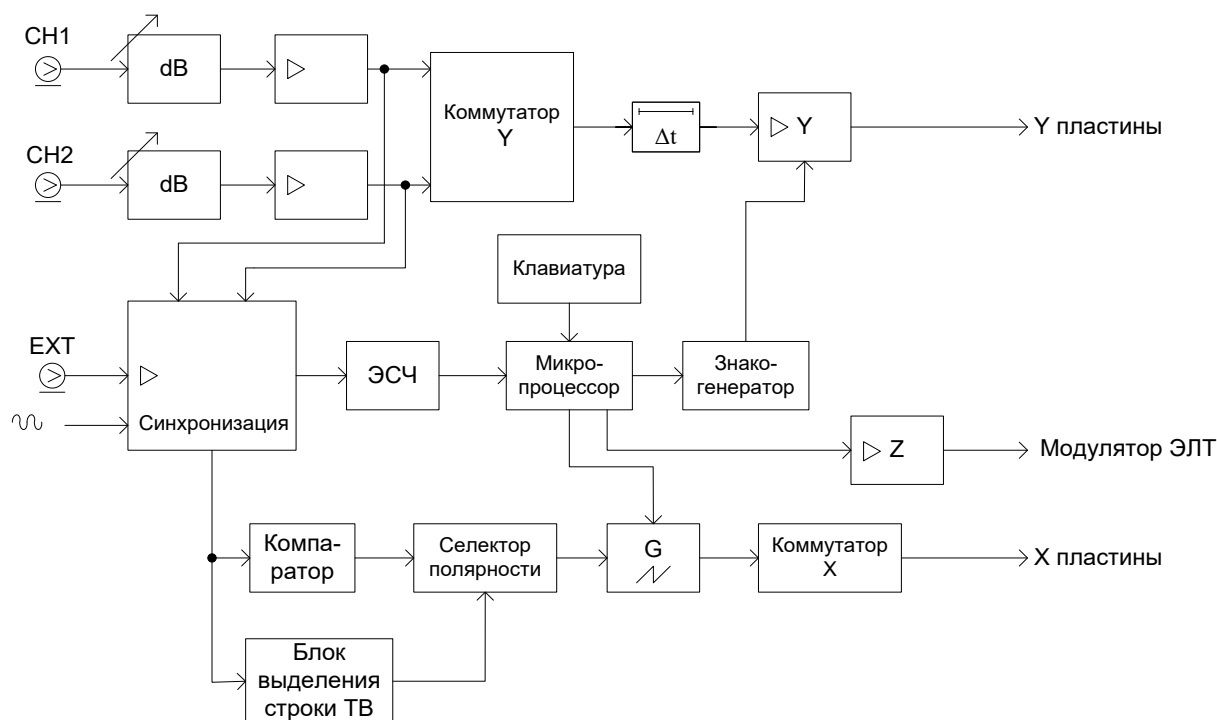

Рис. 1.6. Структурная схема осциллографа GOS -6200
Упрощенная структурная схема осциллографа представлена на рис.1.6. Основными блоками осциллографа GOS-6200 являются электронно-лучевая трубка (ЭЛТ) с устройством ускорения и фокусировки электронов, каналы вертикального (Y) и горизонтального (X) отклонений луча, блок синхронизации и запуска, канал модуляции луча по яркости (Z) и калибратор.